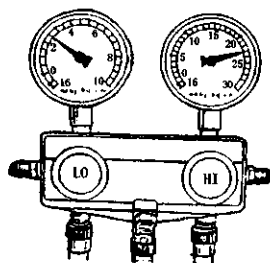

图 4-85 制冷剂过多或冷凝器有故障时，高低压力表的压力指示
②制冷剂过多或冷凝器有故障使制冷功能差。在制冷循环中，高低压两侧压力均过高，如图 4-85 所示。其原因可能是：制冷剂过多；发动机温度过高；冷凝器冷却不良；风扇皮带打滑。